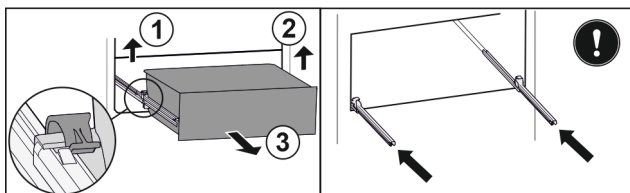

Fig. 219
- Sollevare il morsetto sinistro e allo stesso tempo tirare in avanti il cassetto sinistro. Fig. 219 (1)
- Sollevare il morsetto destro e allo stesso tempo tirare in avanti il cassetto destro. Fig. 219 (2)
- Rimuovere il cassetto tirandolo in avanti. Fig. 219 (3)